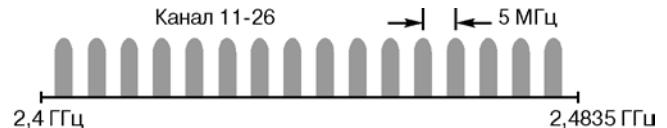

Рис.2.
- Диапазон частот IMS 2,4 ГГц, разделенный на 15 радиоканалов (см.рис.2)